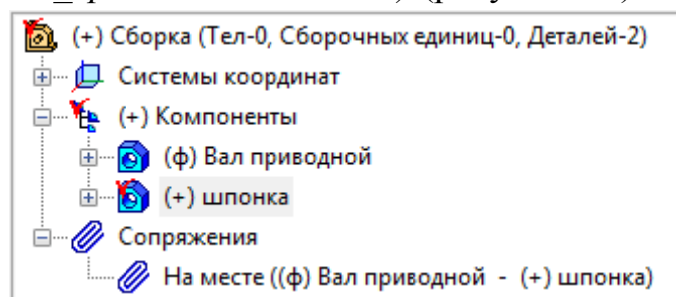

Рисунок 3.5 – Элемент дерева построения
13) Проверьте в Дереве построения, что в группе **Сопряжения** появилась строка *На месте (Вал_приводной - Шпонка)* (рисунок 3.5).